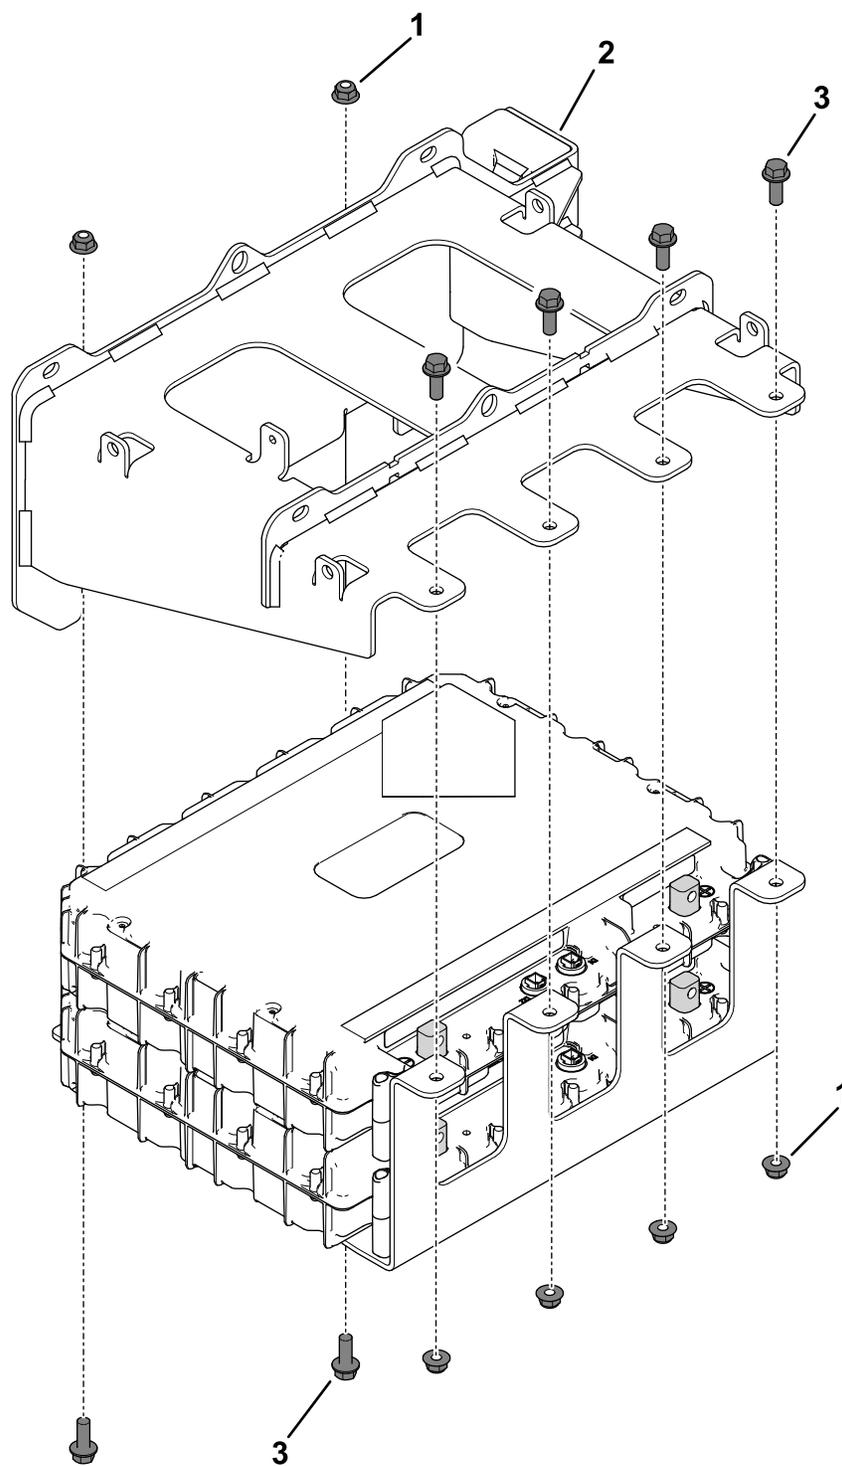

Figura 21
5. Utilizzate 6 bulloni a testa flangiata ( $\frac{3}{8}$ " x 1") e 6 dadi flangiati ( $\frac{3}{8}$ ") per fissare senza serrare la piastra di supporto inferiore alla piastra della base inferiore (Figura 21)